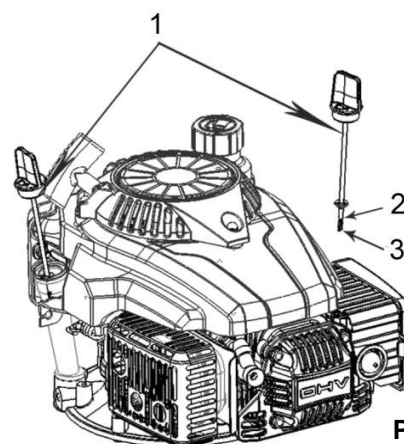

Рис. 4
- Окрутите крышку топливного бака (1)(См. Рис.4). Проверьте уровень топлива.
- Отверните один масляный щуп (1)(См. Рис.4) и проверьте уровень масла.
- Если уровень масла меньше нижней линии (3)(См. Рис.4) на щупе, долейте масло до верхней отметки (2)(См. Рис.4). При загрязнении, масло необходимо заменить.